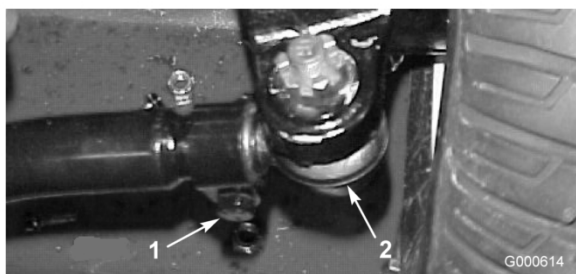

Figura 47
2. Para ajustar, retire la chaveta y la tuerca de cualquiera de las articulaciones esféricas de la biela (Figura 47). Retire la articulación esférica de la biela del soporte del eje.
3. Afloje las abrazaderas en ambos extremos de las bielas (Figura 47).
4. Gire la articulación esférica retirada hacia dentro o hacia fuera una (1) revolución completa. Apriete la abrazadera en el extremo suelto de la biela.
5. Gire el conjunto completo de la biela en el mismo sentido (hacia dentro o hacia fuera) una (1) revolución completa. Apriete la abrazadera en el extremo conectado de la biela.